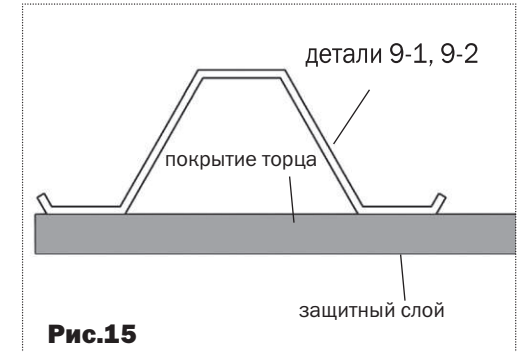
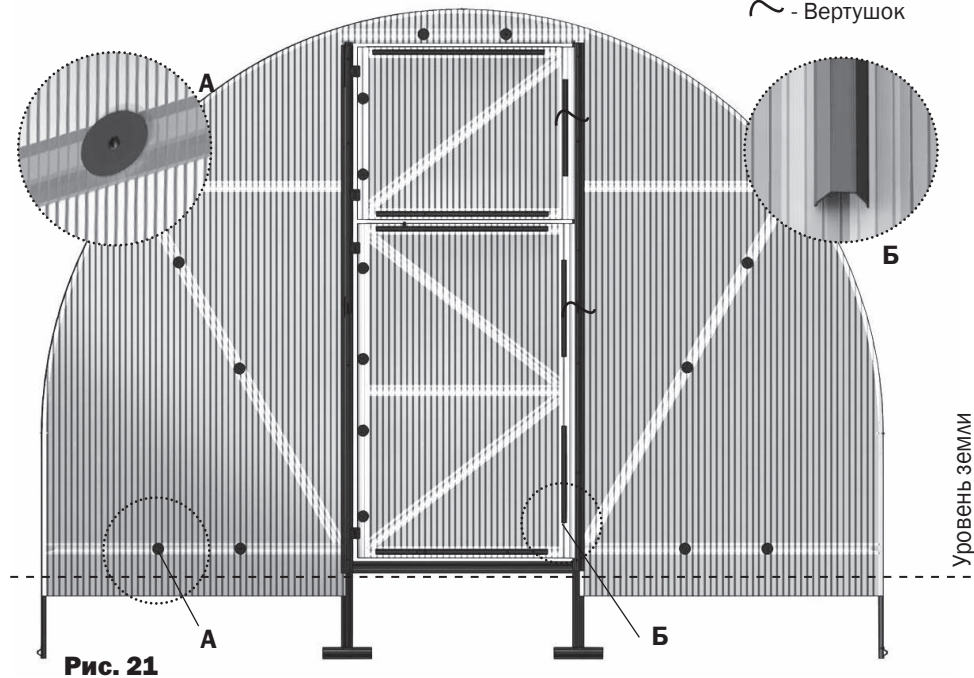

Рис.15
Рис. 21
2. Установите боковые куски покрытия торца в соответствии с **рис.15**. Придерживая кусок покрытия, закрепите его винтами с шайбами по деталям **11** и **8 (рис.21)**. Отверстия для винтов выполняются сверлом диаметром 4 мм изнутри теплицы через готовые отверстия в деталях каркаса.
3. Состыкуйте детали **9-3** и **9-4 (рис.16)** и установите их в соответствии с **рис.17** и **рис.20**, оставляя отверстия под вертушки. Вырежьте куски покрытия для установки над дверными проемами и установите их, закрепив шайбами (**рис.21**)
5. Закрепите куски покрытия на форточке и двери по стороне навеса петель шайбами, а по другим сторонам - прижимами (**рис.21**), предварительно закрыв соты (оклеив их скотчем). По сторонам, противоположным петлям покрытие должно выступать за каркас на 15 мм (**рис.20**)
7. Шайбы и прижимы на торце устанавливаются в соответствии с **рис.21**.